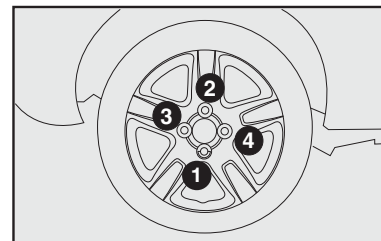

fig. 16
12) Apertar bem os parafusos, passando alternadamente de um parafuso ao outro diagonalmente oposto, de acordo com a ordem ilustrada na fig. 16.